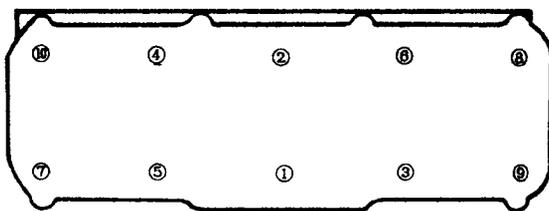

图 1.30 气缸盖螺栓拧紧顺序
(1) 拆卸气缸盖螺栓顺序为先两端后中央分次拧松螺栓。应在发动机冷却状态时进行, 然后拆下气缸盖。
(2) 安装时, 必须更换缸盖密封件、衬垫、自锁螺母。
(3) 必须将曲轴和凸轮轴转到一缸上止点位置, 再将气缸垫安放定位。
(4) 气缸盖螺栓拧紧顺序如图 1.30 所示。拧紧力矩第一次为 60 N·m, 分两次再拧 1/2 圈 (即 $2 \times 90^\circ$)。